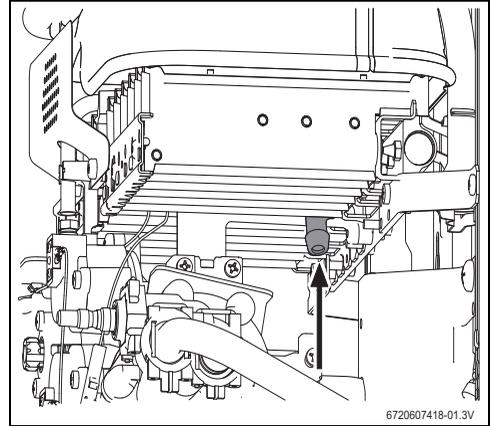

Fig. 12 Punto de medición de presión
- ▶ Aflojar el tornillo obturador (Fig. 12).